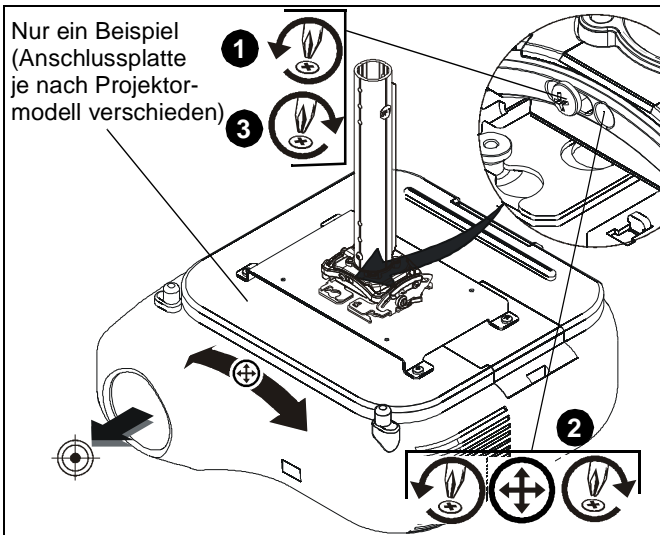

Abb. 19
1. Lösen Sie die Feststellschraube für die Einstellung des QUERNEIGUNGSWINKELS mit einem Nr. 2-Kreuzschlitzschraubendreher. (Siehe Abb. 19)
2. Drehen Sie die Mikro-Justierschraube des QUERNEIGUNGSWINKELS mit einem Nr. 2-Kreuzschlitzschraubendreher nach rechts oder links, bis das Bild auf dem Ziel korrekt ausgerichtet ist. (Siehe Abb. 19)
3. Ziehen Sie die Feststellschraube für die Einstellung des QUERNEIGUNGSWINKELS mit einem Nr. 2-Kreuzschlitzschraubendreher fest. (Siehe Abb. 19)